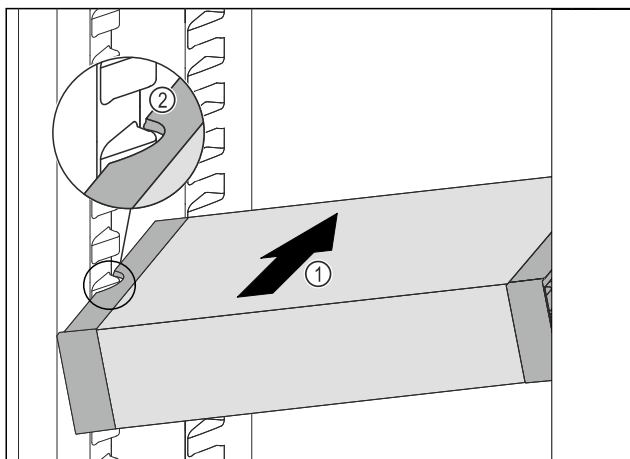

Fig. 84
- VarioSafe gurajte koso u hladnjak Fig. 84 (1) sve dok se bočni otvori Fig. 84 (2) ladice VarioSafe ne nađu na visini žlijeba spremnika u hladnjaku.